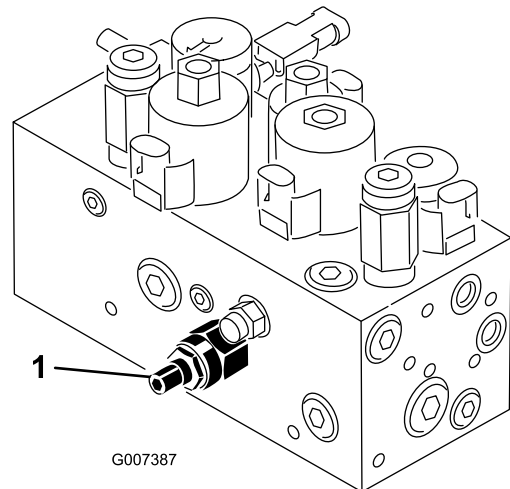

Bild 49
Der Hub-/Absenkungskreis der Schneideinheiten ist mit einem Stromventil ausgerüstet (Bild 49). Dieses Ventil wird im Werk eingestellt. Zum Ausgleichen unterschiedlicher Hydrauliköltemperaturen, Mähgeschwindigkeiten und Anbaugeräte usw. müssen Sie dieses Ventil jedoch u. U. einstellen. Gehen Sie dabei folgendermaßen vor:
1. Klappen Sie den Sitz hoch und finden Sie das Hauptregulierungsventil für das mittlere Zuggestell (Bild 49), das sich neben dem Hydraulikverteiler befindet.